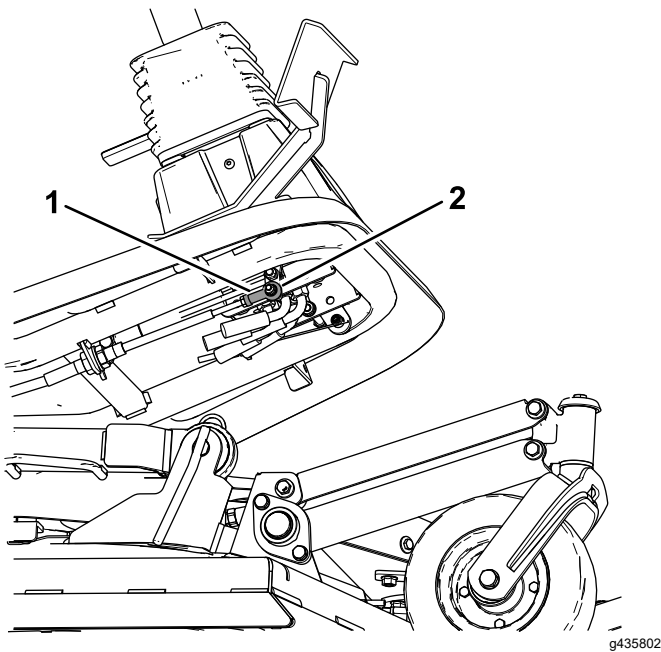

Bild 80
4. Lösen Sie die Klemmmutter, die das Stangenendlager des Antriebsbowdenzugs am Pedal sichert (Bild 80).
5. Nehmen Sie die Schraube und die Mutter ab, mit denen das Stangenendlager des Antriebsbowdenzugs am Pedal befestigt ist (Bild 80).
7. Ziehen Sie die Klemmmutter (Bild 80) fest und befestigen Sie das Stangenendlager mit der abgenommenen Schraube und Mutter am Fahrpedal, um den Winkel des Pedals zu arretieren.